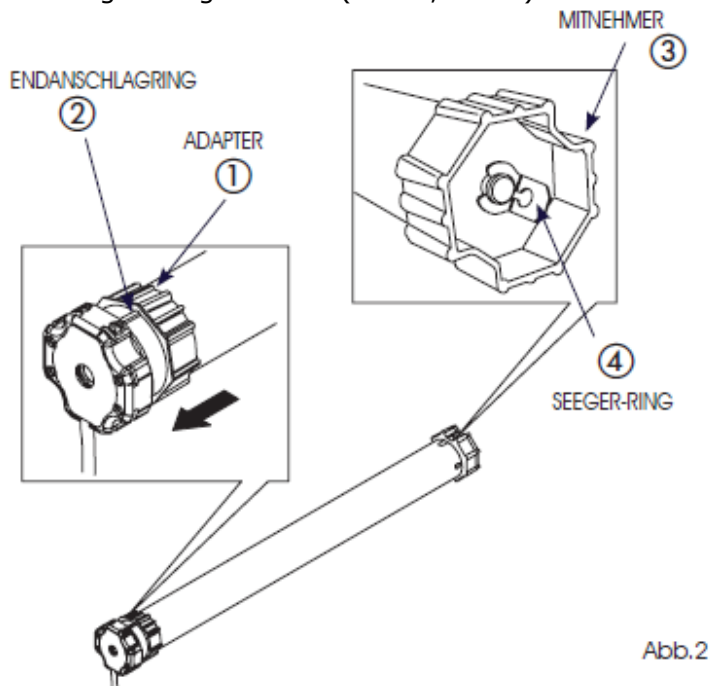

Abb.2
1. Den Adapter (Abb.2, Bez.1) so weit über das Motorrohr schieben, bis er vollständig in der im Endschalterring enthaltenen Führung festsetzt (Abb.2, Bez.2). Den Mitnehmer (Abb.2, Bez.3) auf die Motorwelle stecken und mit dem im Lieferumfang enthaltenen Seeger-Ring sichern. (Abb.2, Bez.4).